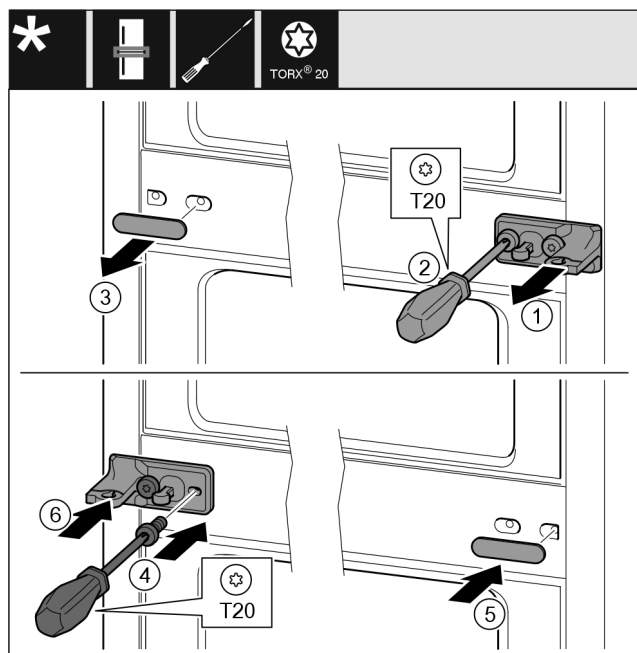

Fig. 34
- Stáhněte podložku Fig. 34 (1).
- Šroubovákem vyšroubujte šrouby Fig. 34 (2).
- Opatrně stáhněte kryt Fig. 34 (3).
- Stojan ložiska s fólií Fig. 34 (4) otočený o 180° pevně přišroubujte na druhé straně.
- Kryt Fig. 34 (5) otočený o 180° připevněte na druhé straně.
- Zepředu nasuňte podložku Fig. 34 (6).